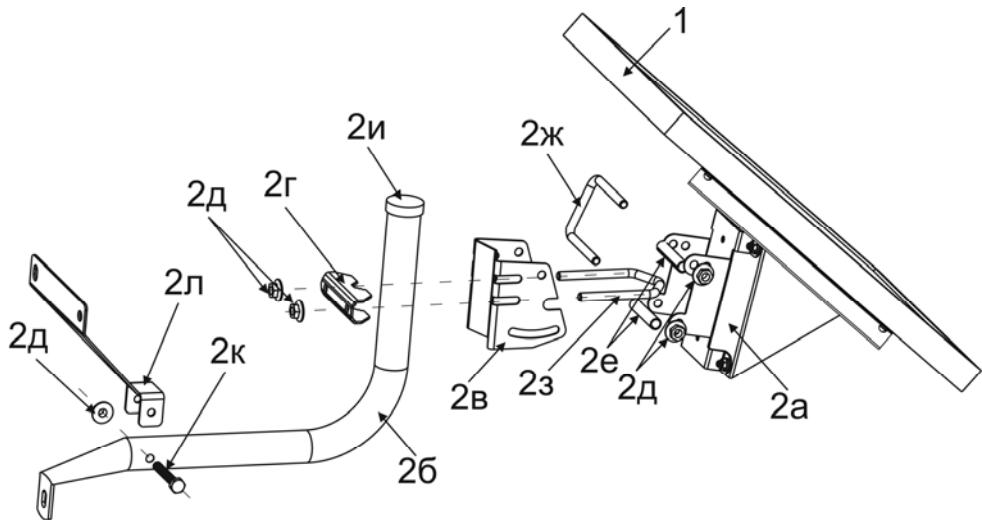
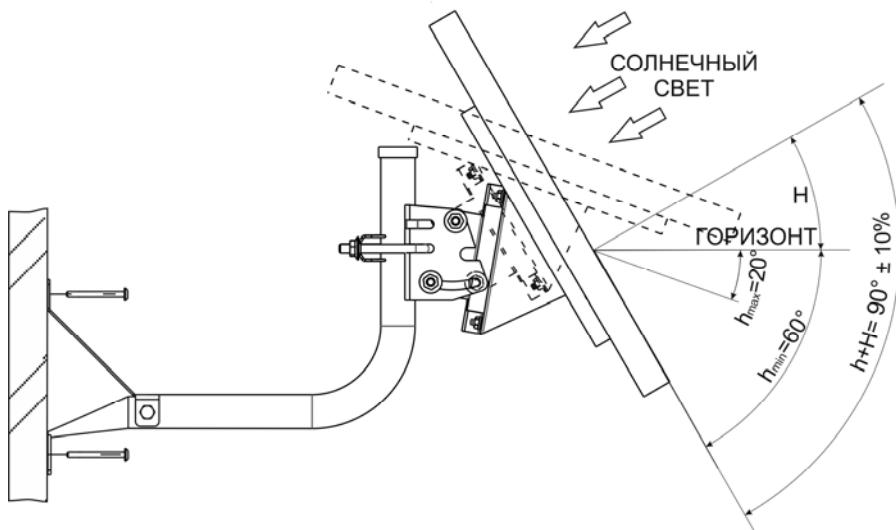

Рисунок 1 - общий вид изделия
Рисунок 2 – установка изделия
Несущая конструкция изделия представляет собой опорный кронштейн 3 совмещенный с поворотным кронштейном 4 предназначенным для задания необходимого положения фотоэлектрического модуля 1 (далее по тексту: ФМ) в вертикальной и горизонтальной плоскости (см. рисунок 1).
- закрепить опорный кронштейн (поз. 2б, 2д, 2и, 2к, 2л см. рисунок 1) на стене или любой другой вертикальной плоскости, предварительно произведя разметку под крепление (к стене либо другой вертикальной конструкции) в соответствии с расположением крепежных отверстий (см. рисунок 2);
- зафиксировать ФМ на опорном кронштейне, собрав конструкцию (см. рисунок 1). Установить между щеками поворотного кронштейна 2в щеки опоры 2а и закрепить хомутом 2ж, вставив между щеками опоры распорные втулки 2е и установить снаружи гайки M8 с насечкой 2д.
Наиболее эффективная работа происходит при полном освещении ФМ и перпендикулярном падении солнечных лучей на модуль (см. рисунок 2).
Рекомендуем изменять угол наклона ФМ дважды в год, летом и зимой (см. рисунок 2). Небольшие отклонения до 5-10 градусов от оптимальных значений несущественно сказываются на эффективности генерации.